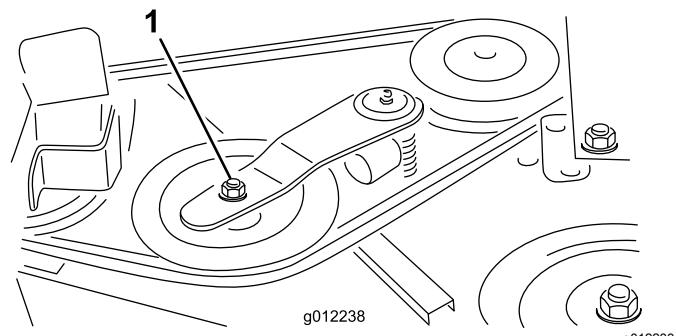
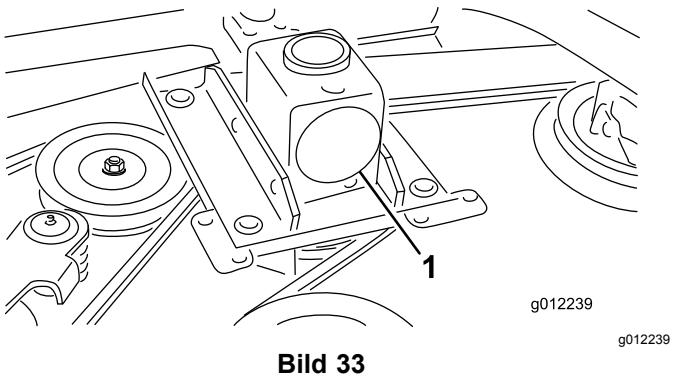

Bild 32
Bild 33
- Schieben Sie die Spannscheibe mit einem Drehmomentschlüssel oder einem ähnlichen Werkzeug (Bild 32) vom Treibriemen und lassen Sie den Riemen von der Getriebespannscheibe rutschen (Bild 33).